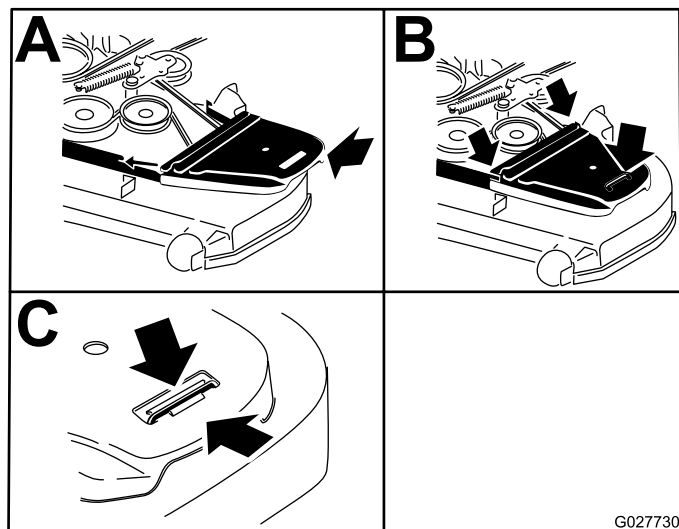

Bild 63
12. Bringen Sie die Riemenabdeckungen und die Schrauben an (Bild 63).